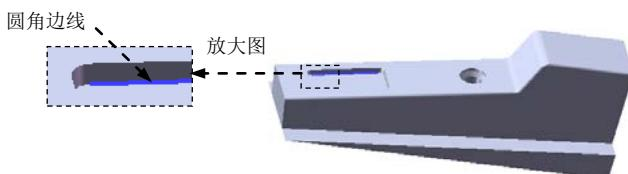

图 16.5.19 圆角边线
(2) 定义圆角类型。采用系统默认的圆角类型。
(3) 定义圆角对象。选取图 16.5.19 所示的边线为要圆角的对象。
(4) 定义圆角的半径。在 **圆角项目(D)** 区域的  文本框中输入圆角半径值 0.8，选中 **切线延伸(G)** 复选框。
(5) 单击“圆角”对话框中的 \checkmark 按钮，完成圆角5的创建。